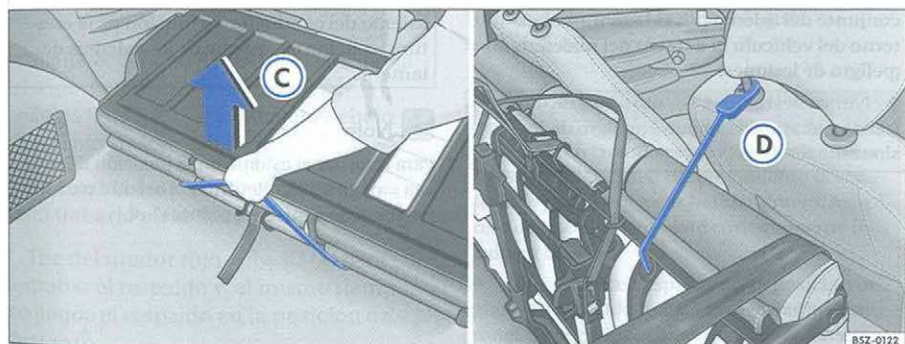
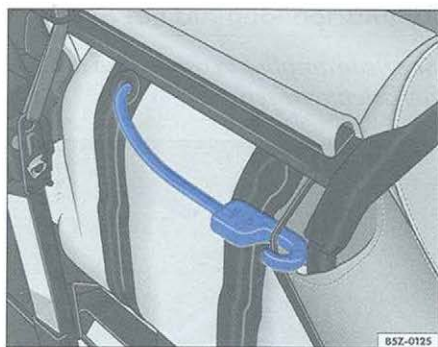

Fig. 81 Tirador negro para destrabar el conjunto del piso/asiento abatido fijado con la tira elástica roja en el soporte del apoyo para cabeza
Fig. 83 Alojamiento de la tira elástica roja
– Tire del tirador negro ⇒ página 99, fig. 81 Ⓢ para destrabar el conjunto del piso y, al mismo tiempo, levántelo **cuidadosamente** en dirección a los asientos delanteros ⇒ ⚠.
– Localice la tira elástica roja, alojada en la parte inferior del asiento, y encaje el gancho de esa tira en el soporte del apoyo para cabeza del asiento del acompañante, inmovilizando el conjunto ⇒ página 99, fig. 81 Ⓢ ⇒ ⚠.
- Suelte el gancho de la tira elástica roja del soporte del apoyo para cabeza ⇒ página 99, fig. 81 (D) y encájelo debajo del asiento trasero ⇒ fig. 83.